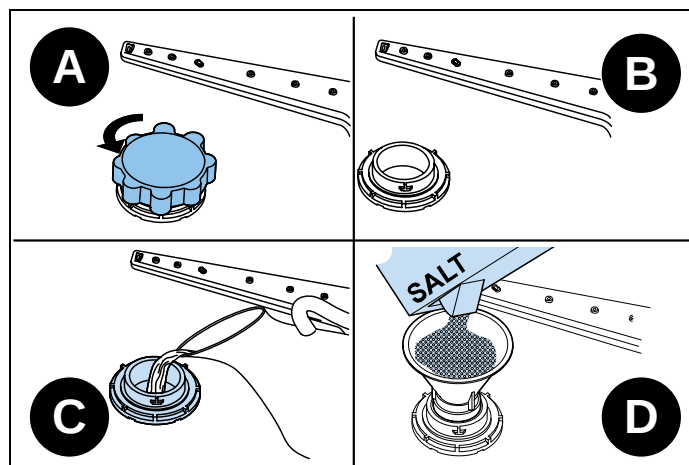

Fig. 60
- 1) För att fylla diskmaskinen med salt, avlägsna först den undre korgen och öppna sedan saltbehållarens lock genom att vrida det moturs. Fig. 60 A-B
- 2) Vid första användning, fyll behållaren med salt och vatten (Fig. 60 C) till överflödesnivån. Använd tratten (Fig. 60 D), om denna finns, för att förenkla påfyllningen.